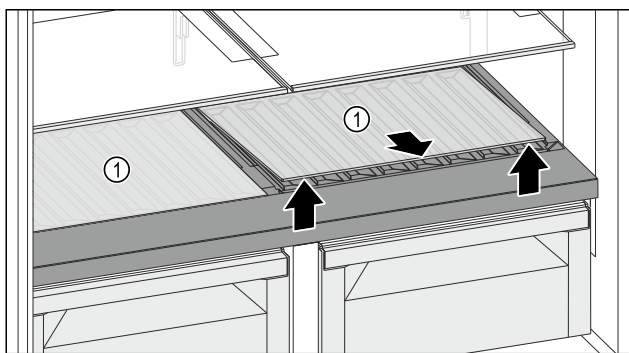

Fig. 117
- Користайтесь пазом спереду, щоб підняти скляну полицю або обидві скляні полиці Fig. 117 (1) і вийняти їх.
- Безпечно зберігайте скляну(-і) полицю(-і) Fig. 117 (1) за межами пристрою.